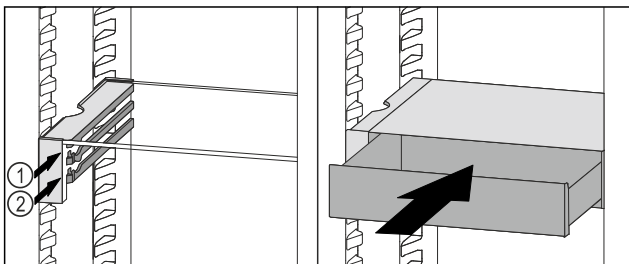

Fig. 106
- ▶ A VarioSafe-fiókot az ütközők mögött helyezze a kívánt bordára a Fig. 106 (1) vagy Fig. 106 (2) szerint.